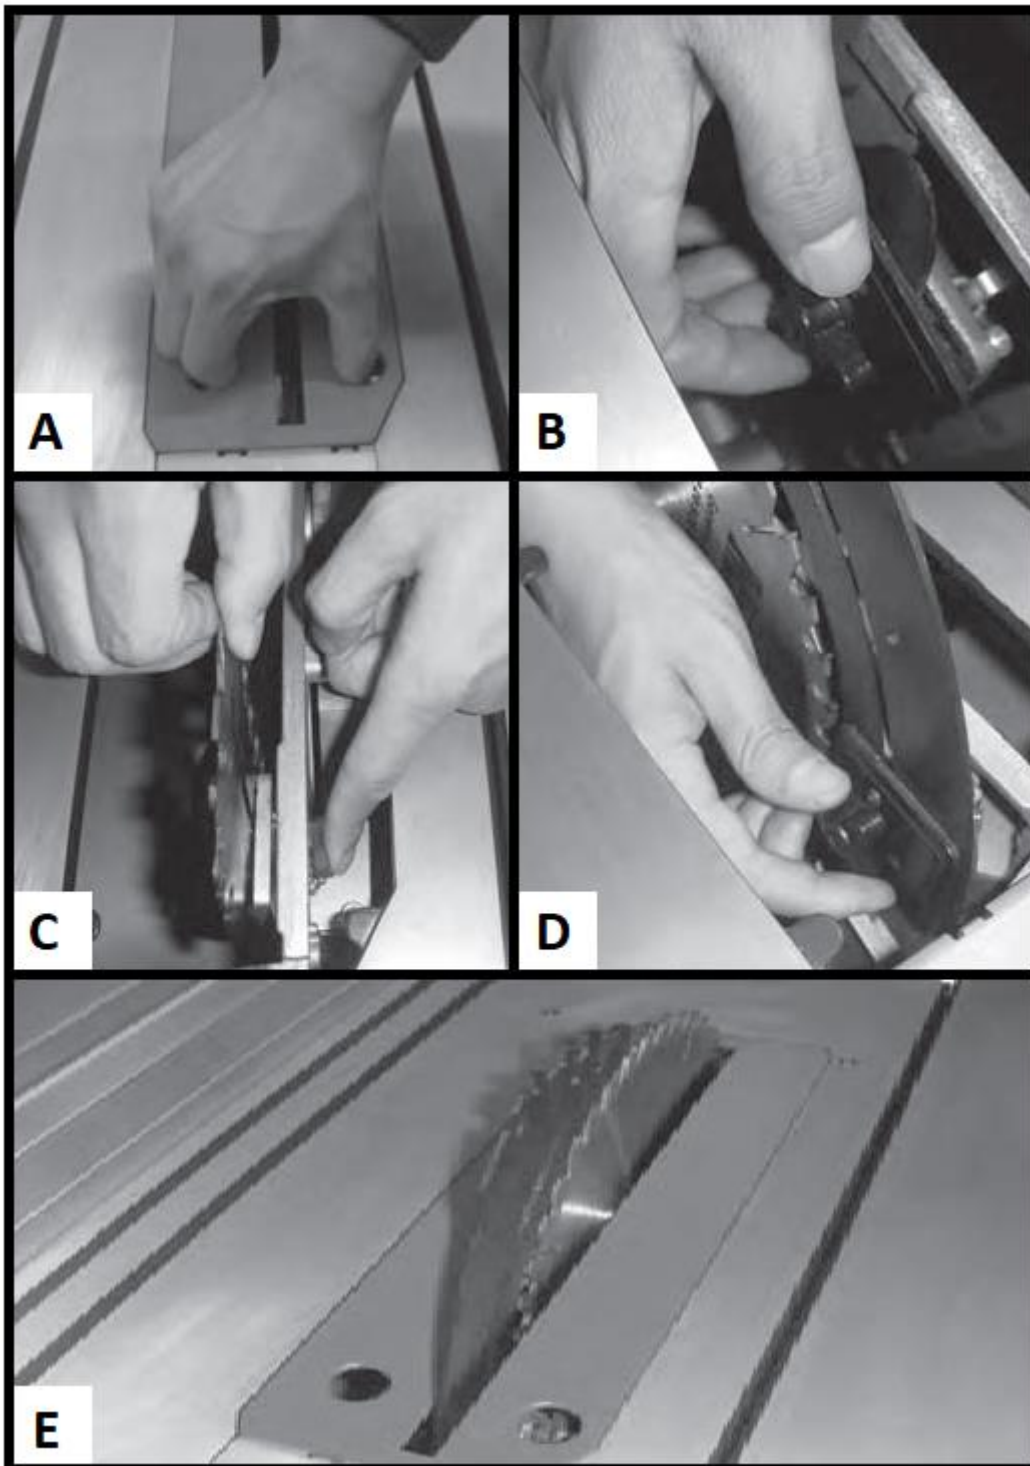

Рис. 14 Регулировка разделителя
Отрегулируйте разделитель и установите защитный кожух пильного диска и рычаги для защиты от отдачи (Рис. 14).
#### 7.5.1. Регулировка разделителя (Рис. 14 А-Рис. 14 D)
1. Вручную снимите пластину для пропила, как показано (Рис. 14 А), с помощью маховичка установите пильный диск на максимальную высоту и установите наклон на 0° по шкале скоса. Затяните ручку фиксации угла наклона пильного диска. Затяните ручку (Рис. 14 D), затем установите пластину для пропила (Рис. 14 Е).
2. Найдите трехгранную ручку за пильным диском под поверхностью стола (Рис. 14 В).
Поднимите защитное ограждение разделителя на максимальную высоту (Рис. 14 С).